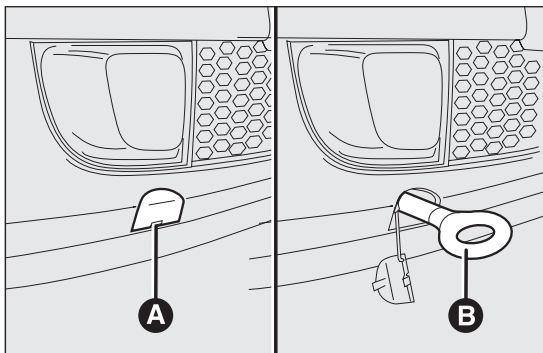

fig. 131
- sganciare il tappo A fig. 131